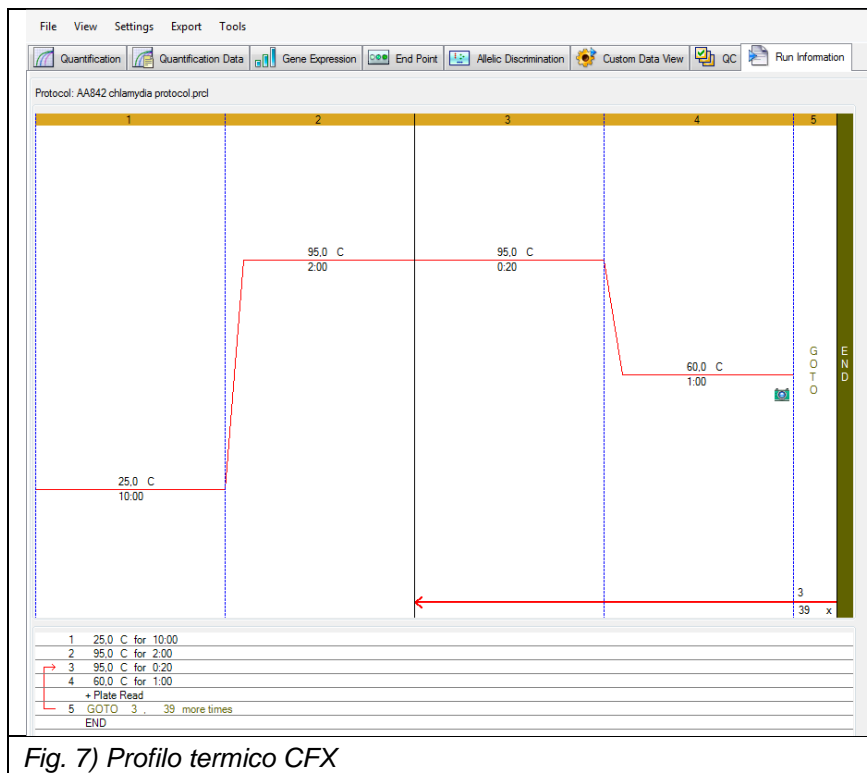

Fig. 7) Profilo termico CFX
- Inserire il seguente profilo termico (fig. 7):